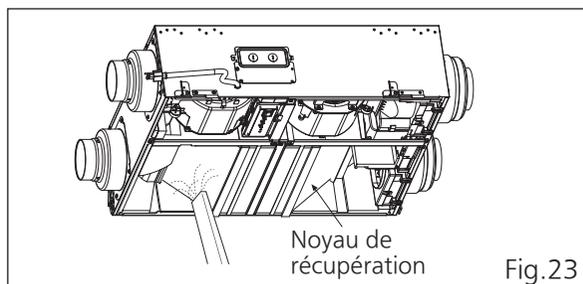

Fig.23
3. Nettoyez le noyau de récupération avec un aspirateur. (Fig.23)